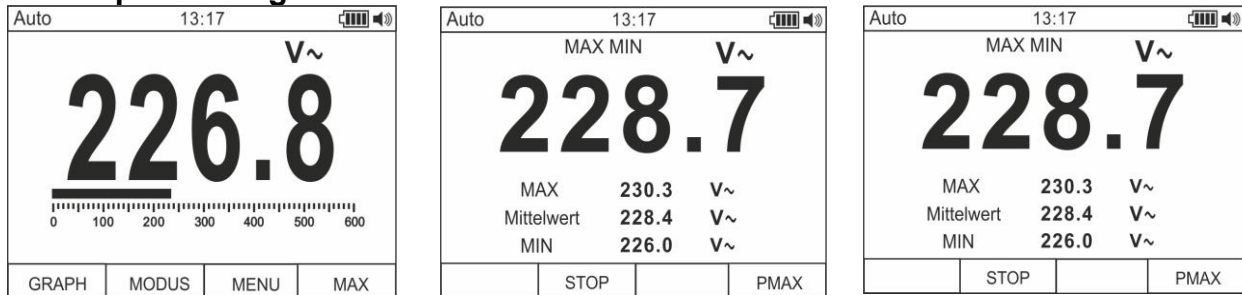

Abb. 6: Speicherung der MIN/MAX/MITTEL Werte
1. Drücken Sie die **F4** Taste, um in den Messmodus der MAX, MIN und Mittel-Werte der zu messenden Größe einzutreten (siehe Abb. 6 – Mitte). Die Meldung “MAX MIN” erscheint auf dem Display.
4. Drücken Sie die **F3** Taste, um das Messergebnis zu speichern (siehe Abb. 6 – rechter Teil) und das gespeicherte Ergebnis sich wieder anzeigen zu lassen (siehe § 4.3.7)